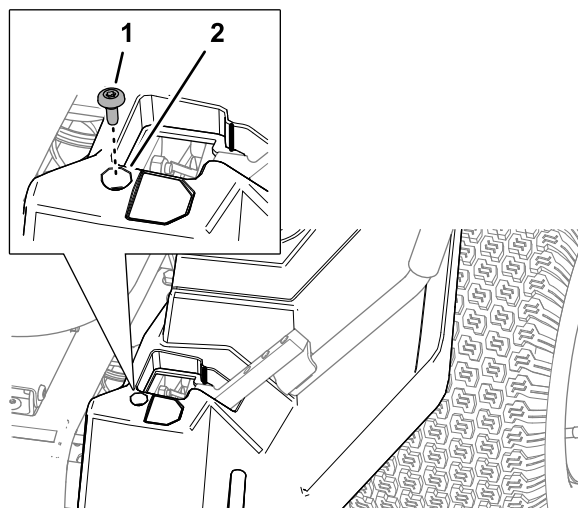

Figura 14
1. Retire el tornillo de cuello largo ($\frac{1}{4}$ " x $\frac{5}{16}$ ") que sujeta el carenado izquierdo a la máquina (Figura 14).